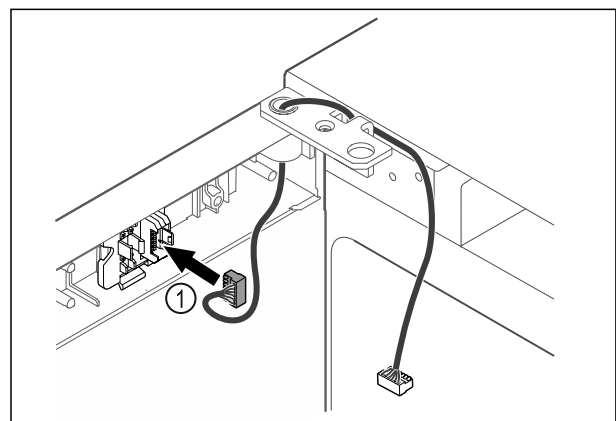

Fig. 49
- ▶ Stekker Fig. 49 (1) in stekkerhouder steken.